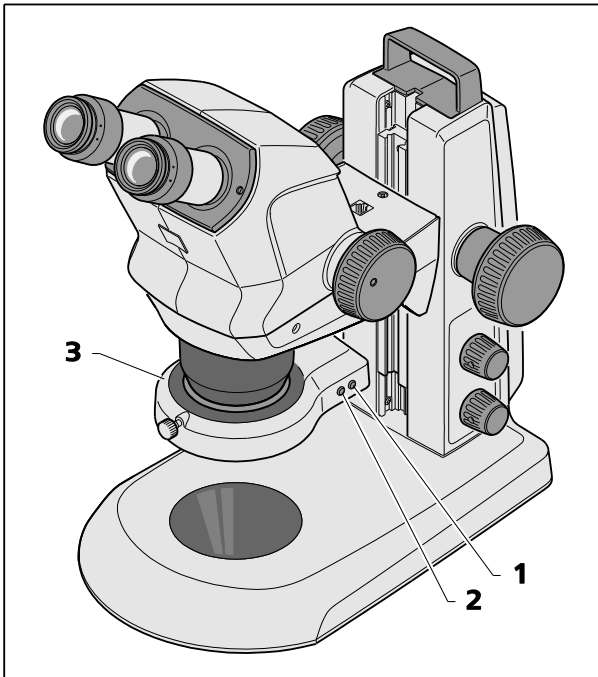

Abb. 17 Ringleuchte
- Durch mehrfaches Drücken des vorderen Tasters (Abb. 17/2) durch die vier Beleuchtungsmuster der Ringleuchte (Abb. 17/3) wechseln:
- Durch kurzes Drücken des hinteren Tasters (Abb. 17/1) wird das eingestellte Segment im Uhrzeigersinn jeweils um ein Viertel vorwärts bewegt.
- Wird der hintere Taster (Abb. 17/1) länger als 2 Sekunden gedrückt gehalten, wird das eingestellte Segment in kontinuierliche Rotation versetzt (Rotationsschritte von 1/8 Kreissegment, jeweils 1 Sekunde pro Drehung).
- Erneutes Drücken des hinteren Tasters (Abb. 17/1) beendet die Rotation und schaltet zurück auf die Hintergrundbeleuchtung der Probe.